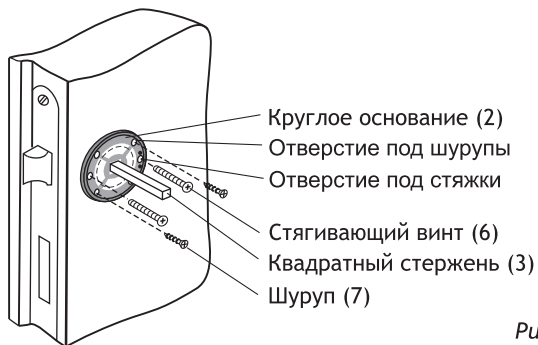

Рис. 1
1. Установку дверных ручек (1) следует производить после установки внутреннего механизма (в комплект не входит, приобретается отдельно);
2. Вставьте квадратный стержень (3) в дверное полотно. Оденьте на него круглое основание (2) см. рис. 1;